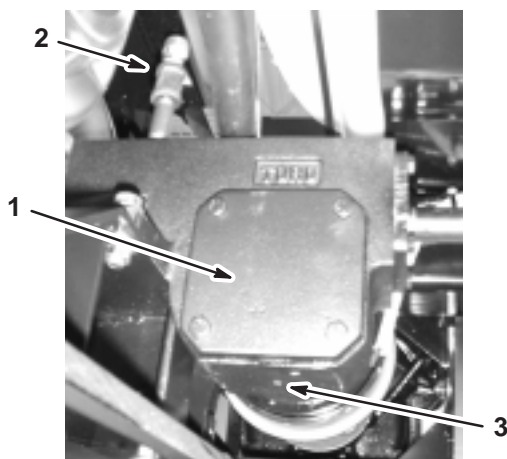

Figure 46
3. Retirez les bouchons de remplissage et de vidange (Fig. 46) pour permettre à l'huile de s'écouler dans le bac.